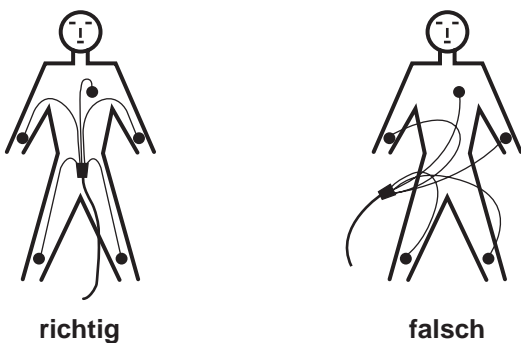

Bild 4-5. Verlegen der Patientenleitung
- Verlegen Sie die Patientenleitung entsprechend Bild 4-5 und verbinden Sie diese mit dem Gerät.